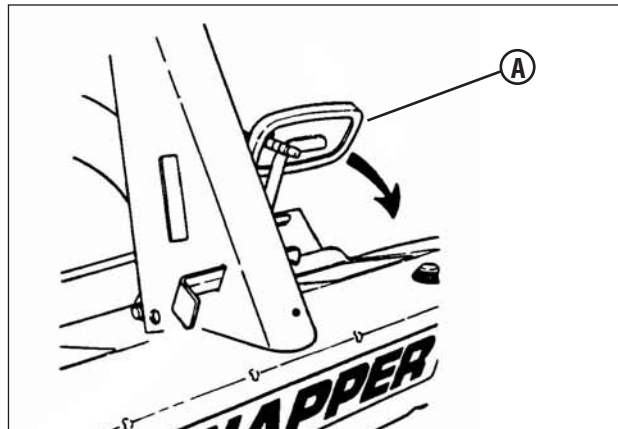

Figura 11: Acionando o pedal de embreagem/freio
2. Pressione o pedal da embreagem/freio (**A**, Figura 11).